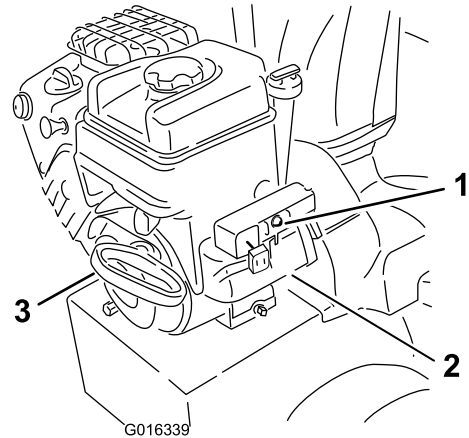

Bild 24
8. Lassen Sie die Maschine mit dem Rücklaufstarter oder dem Elektrostart an (Bild 24).